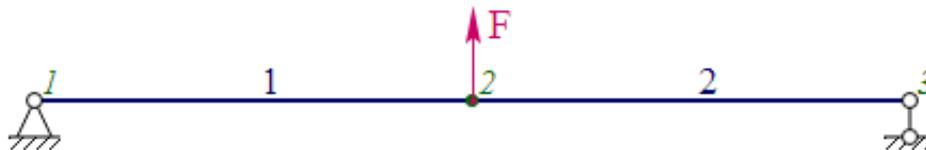

Рисунок 2 – Схема к заданию 5
5. Дана балка с шарнирно-неподвижной и шарнирно-подвижной опорами (рисунок 2). К балке приложена сосредоточенная сила $F = 4$, кН, направленная перпендикулярно к продольной оси балки. Длины участков балки: $l_{12} = l_{23} = 3$ м. Определить числовые значения реакций, возникающих в шарнирных опорах.